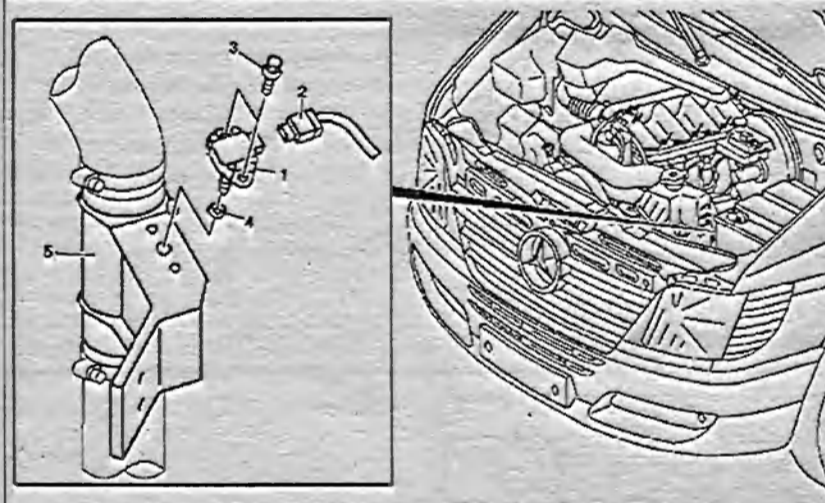

Рис. 3.50. Снятие и установка датчика давления нагнетаемого воздуха:
1. Отсоедините разъем проводки 2 от датчика давления нагнетаемого воздуха 1 (рис. 3.50).